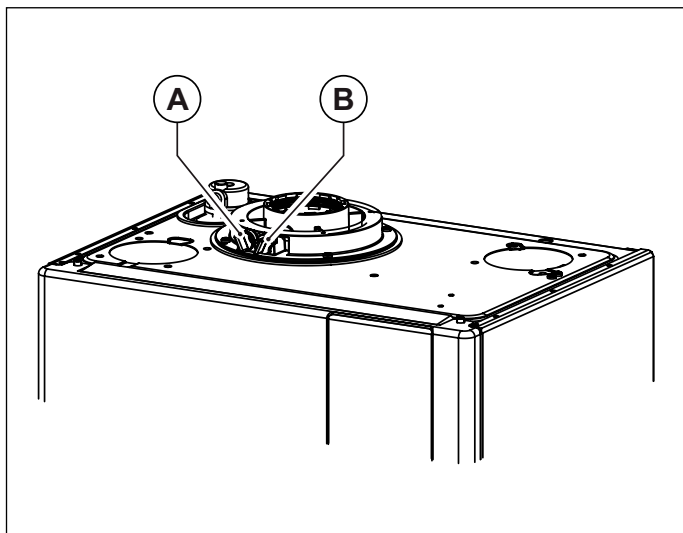
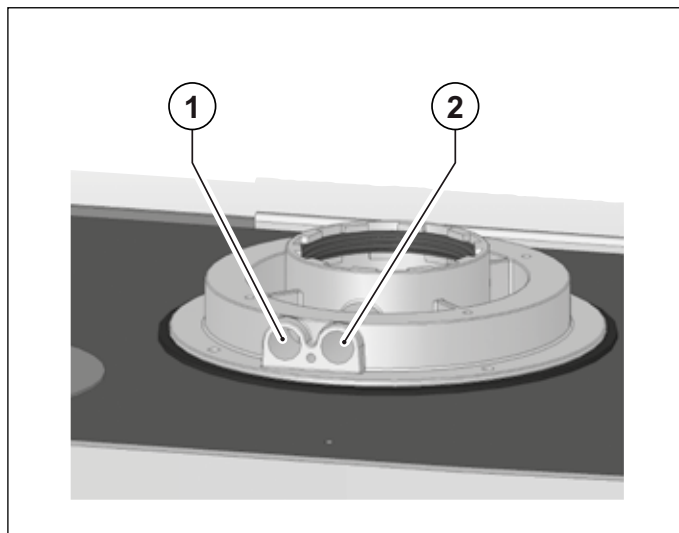

Рис. 15 Положення заглушок
Рис. 16 Положення отворів
На котлі є патрубок для підключення до системи забору повітря/димовідведення (дивись Рис. 15 Положення заглушок та Рис. 16 Положення отворів).
В патрубку передбачено два отвори для прямого доступу до повітря, що йде на згоряння, та до димових газів (дивись Рис. 15 Положення заглушок).
Для проведення вимірів необхідно зняти заглушки **A** та **B** з отворів на патрубку (дивись Рис. 15 Положення заглушок).
- замір температури повітря що йде на горіння **1** (дивись Рис. 16 Положення отворів).
- замір температури димових газів та вмісту CO₂ в спеціальному отворі **2** (дивись Рис. 16 Положення отворів).